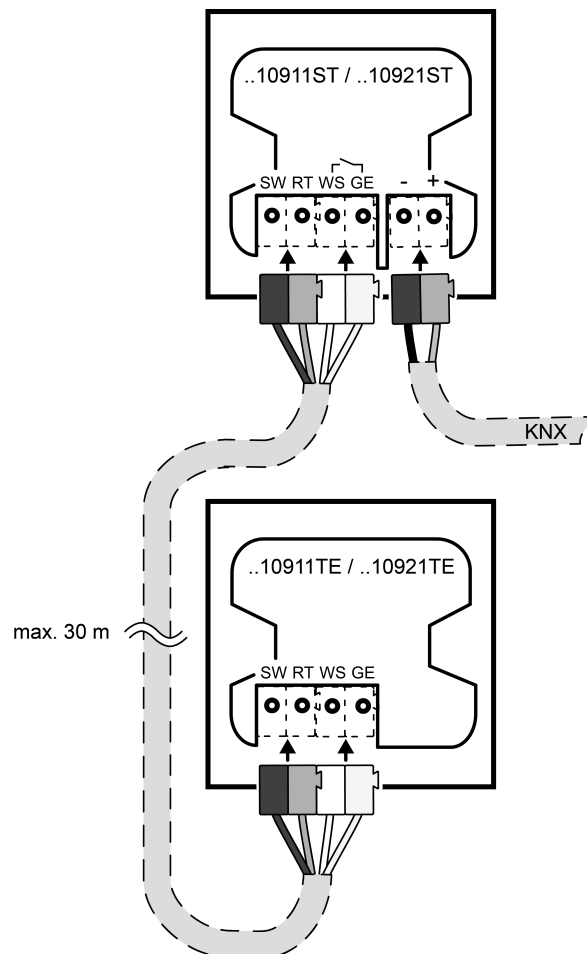

Bild 4: Taster Erweiterung anschließen
- Optional: Taster Erweiterung (siehe Zubehör) an Verbindungsklemme anschließen (Bild 4).
Taster Erweiterung anschließen (Bild 4)